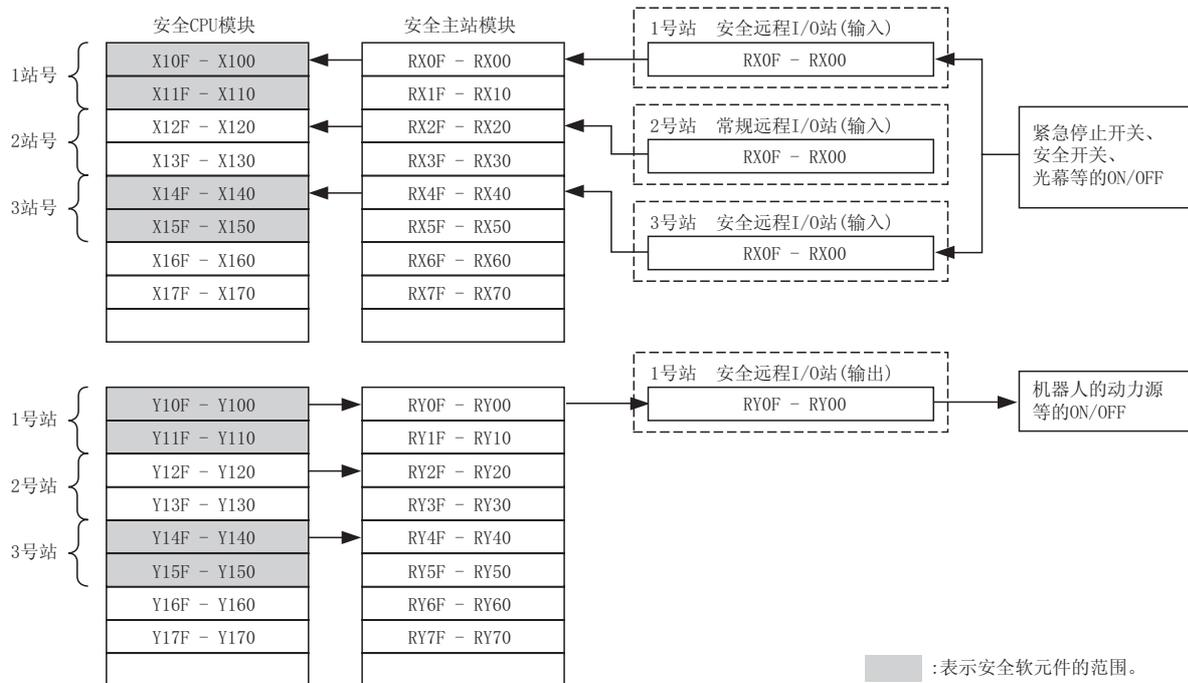

图 4.5 安全远程站的 I/O 数据 *1
*1: 图 4.5 中表示的是在自动刷新参数被设置为 X100、Y100 时的情况。